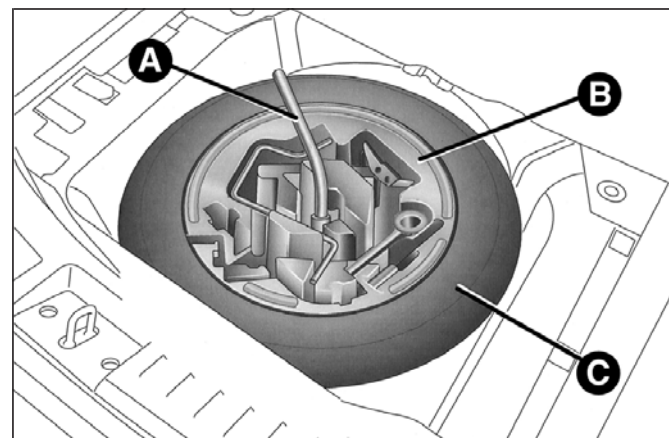

fig. 112
- utilizzando la chiave A fig. 112 ubicata nel contenitore portattrezzi, svitare il dispositivo di bloccaggio, prendere il contenitore portattrezzi B e portarlo accanto alla ruota da sostituire. Successivamente prelevare il ruotino di scorta C;